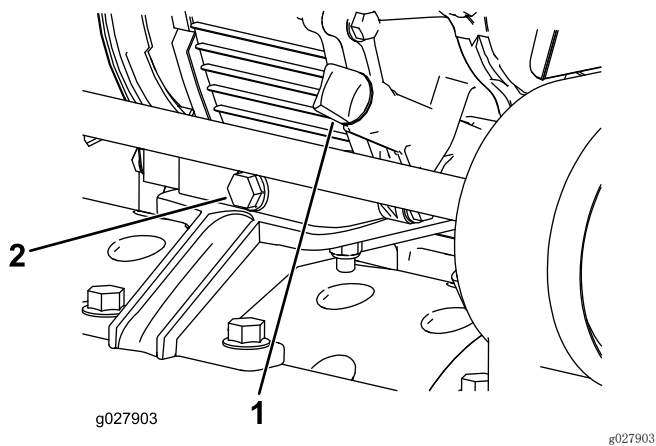

图29
1. 将机器停放在水平地面上，并清洁量油尺周围的区域（图29）。
2. 在机器后部的排油塞下放置一个放油盘（图29）。拧松排油塞。